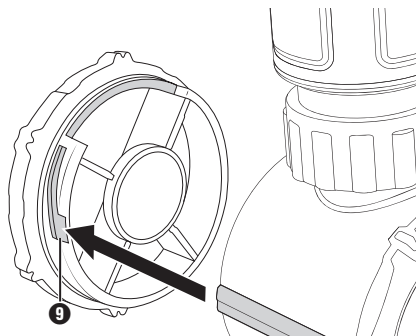

Abb. 2
- ◆ Setzen Sie den Batteriefachdeckel **9**, mit der großen Aussparung nach oben zeigend, auf das Batteriefach. Achten Sie darauf, dass die kleine Aussparung auf das Batteriefach passt. Drehen Sie den Batteriefachdeckel **9** gegen die abgebildete Pfeilrichtung des Typenschildes bis zum Anschlag (siehe Abb. 2).